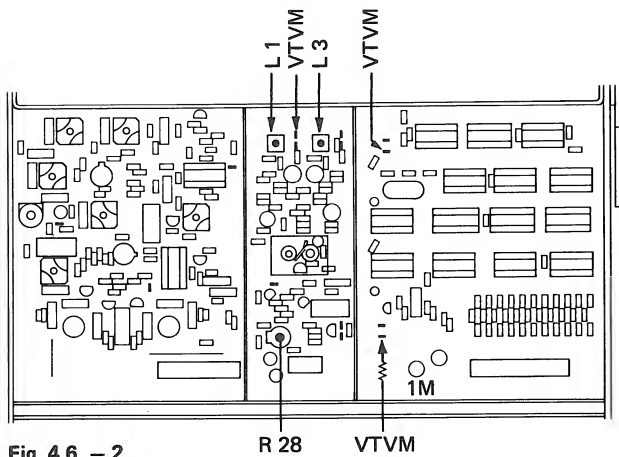

Fig. 4.6. — 2
- V.à L. connecté au point de mesure TP de l'oscillateur (fig. 4.6. - 1). Echelle de mesure: 30 VDC.
4.6.1. Appareil enclenché; seul l'interrupteur secteur POWER ① enfoncé.
4.6.2. Enclencher la touche 1 du sélecteur de station (87.00 MHz). Ajuster à $4\text{ V} \pm 0,2\text{ V}$ la tension d'accord, à l'aide du noyau de bobine L 2 (fig. 4.6. - 1). Pendant le réglage, il est nécessaire de recouvrir provisoirement le circuit oscillateur d'une tôle de blindage.
4.6.5. VTVM mit 1 MOhm Vorwiderstand an weisse Litze (gegen Netzkabelkanal) auf dem Synthesizer anschliessen (Fig. 4.6. — 2). Messbereich 3 VDC. Mit dem Einstellregler R 28 auf dem Oszillator (Fig. 4.6. — 2) eine Spannung von $1.25\text{ V} \pm 0.1\text{ V}$ einstellen (bei 97.00 MHz).
4.6.8. VTVM mit HF-Tastkopf an weisse Litze (gegen Rückwand) auf dem Synthesizer anschliessen (Fig. 4.6. — 2). Messbereich 1 VDC. Die HF-Spannungen müssen bei den 3 folgenden Frequenzen im Bereich $0.3 \dots 0.4\text{ V}$ liegen. Allenfalls kann mit dem Übertrager L 3 (Fig. 4.6. — 2) die Symmetrie nachgeregelt werden.
4.6.9. VTVM mit HF-Tastkopf am Koaxial-Kabel zum Mischer (auf Oszillatorprint) anschliessen (Fig. 4.6. — 2). Die HF-Spannungen müssen bei den 3 bereits in Kap. 4.6.8. erwähnten Frequenzen innerhalb $0.2 \dots 0.3\text{ V}$ liegen. Mit dem Übertrager L 1 (Fig. 4.6. — 2) kann die Symmetrie nachgeregelt werden.
4.6.5. Connect VTVM via 1 Mohm series resistor to the white wire (near the mains cable channel) on the synthesizer as shown in figure 4.6. — 3. Select meter range 3 V DC. Adjust trimpot R 28 on the oscillator board (figure 4.6. — 2) to obtain a VTVM reading of $1.25\text{ V} \pm 0.1\text{ V}$ (at 97.00 MHz).